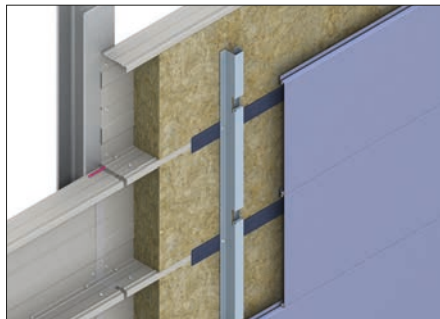

Abb. 76 Hinterlüftete Fassade waagrecht mit thermischer Trennung auf Kassetten-Obergurten
- Abb. 76 *Hinterlüftete Fassade waagrecht mit thermischer Trennung auf Kassetten-Obergurten (S. 55)*